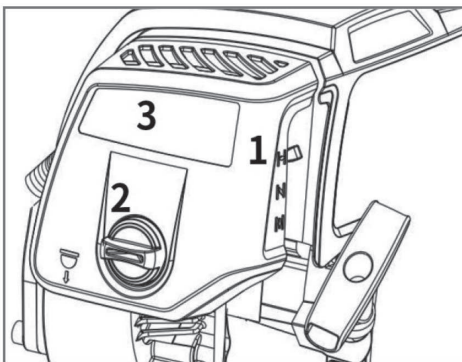

Рис. 17
- Установите рычаг воздушной заслонки 1 (рис. 17) в верхнее положение.